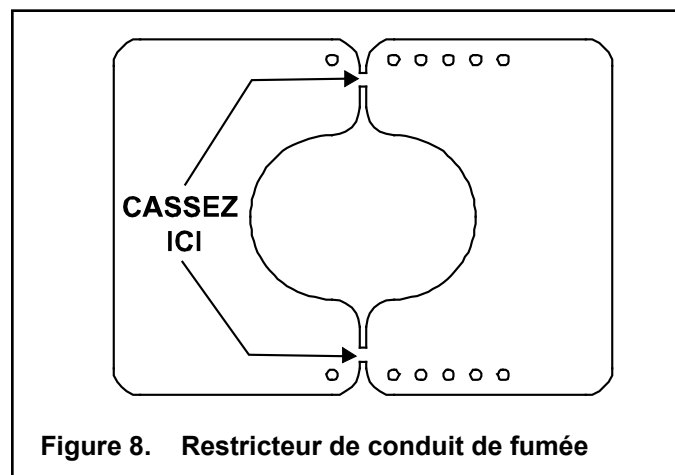

Figure 8. Restricteur de conduit de fumée
2. Brisez le restricteur de conduit de fumée en deux endroits. Pour ce faire, repliez d'avant en arrière jusqu'à ce qu'il se brise (voir la figure 8).